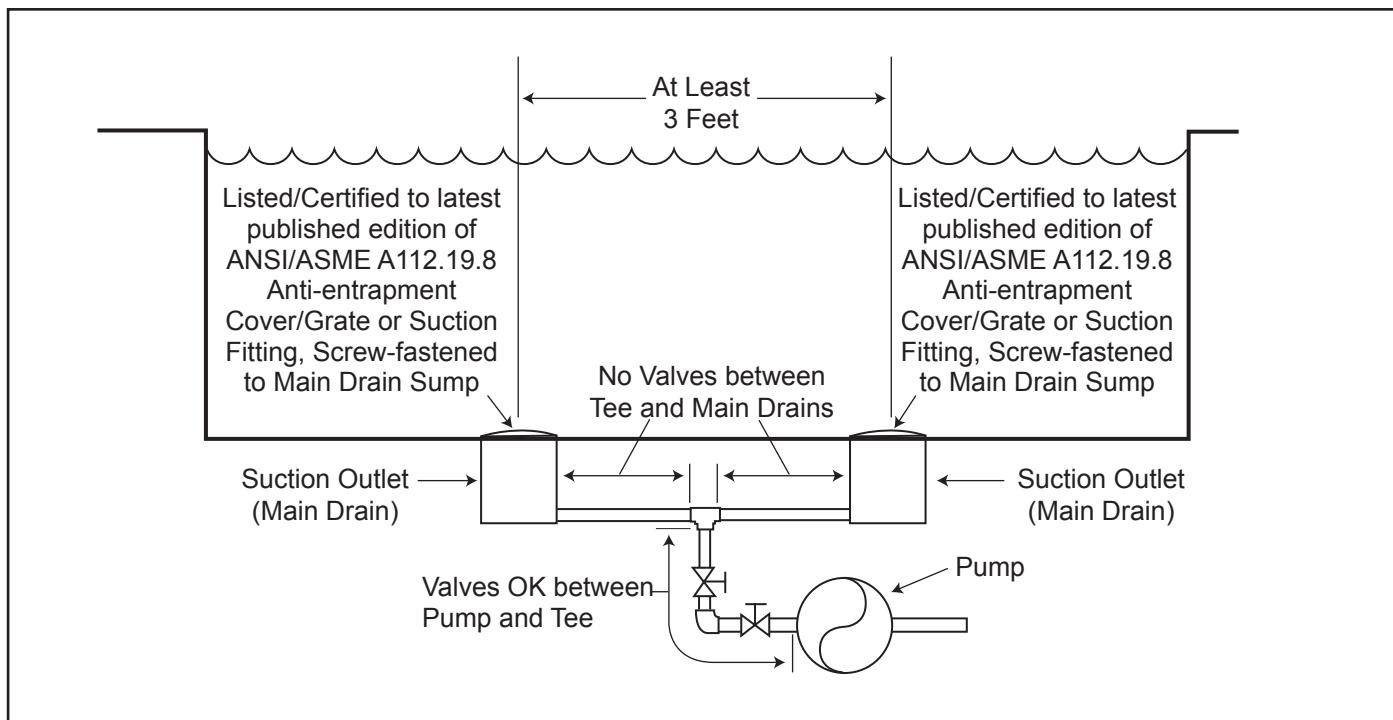

Figura 1. Número de tomas de succión por bomba
Número de tomas de succión por bomba – Deben proporcionarse al menos dos (2) colectores principales hidráulicamente equilibrados, con sus tapas, como salida para cada línea de succión de la bomba de circulación. Los centros de los colectores principales (puntos de succión) en una (1) línea de succión deben estar separados por lo menos tres (3) metros de distancia, centro a centro. Vea la Figura 1 en la página 63.
El sistema debe estar construido para incluir al menos dos (2) salidas de succión (desagües) conectadas a la bomba cuando está funcionando. Sin embargo, si dos (2) colectores principales llegan a una sola línea de succión, esta línea de succión individual puede ser equipada con una válvula que cerrará los dos desagües principales de la bomba. El sistema deberá ser construido de tal manera que no permita el cierre por separado o independiente (aislamiento) de cada uno de los drenajes. Vea la Figura 1 en la página 63.